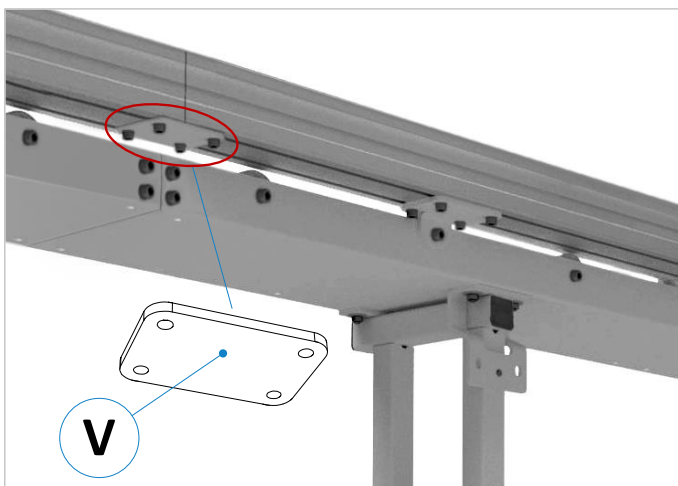

Abbildung 6: Führungsprofil-Segmente miteinander verbinden
5. Richten Sie das zweite Profil-Segment exakt in der Flucht zum ersten aus (siehe ⇒ Abbildung 6).